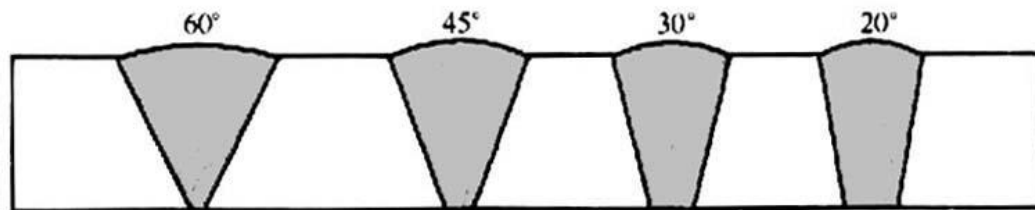

图 33 减小根部间隙和坡口角度可以减少焊缝金属和焊接时间
② 为了减少填充材料的使用,可以减小根部间隙和坡口角度,如图 33 所示。